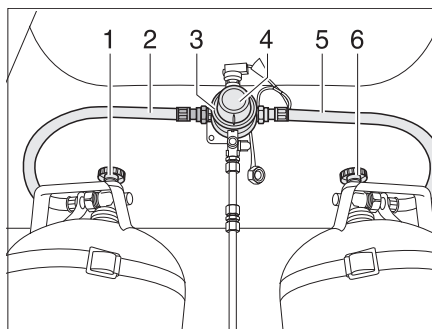
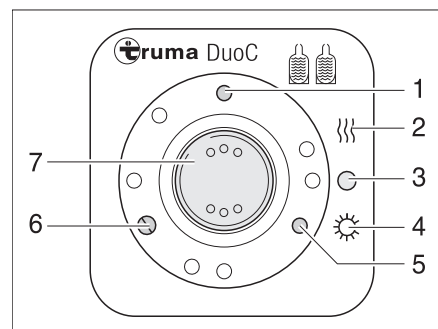

Bild 178 DuoControl-Umschaltanlage
Bild 179 Bedieneinheit
Die DuoControl-Umschaltanlage besteht aus einem Umschaltventil (Bild 178,3) und der Bedieneinheit (Bild 179). Das Umschaltventil ist zwischen den Gasschläuchen (Bild 178,2 und 5) montiert. Mit dem Drehknopf (Bild 178,4) am Umschaltventil kann bestimmt werden, welche der Gasflaschen als Betriebsflasche und welche Gasflasche als Reserveflasche verwendet wird.
An der Bedieneinheit (Bild 179) können nur die elektrischen Funktionen geschaltet werden. Die Haupt-Absperrventile der Gasflaschen (Bild 178,1 und 6) müssen von Hand geöffnet werden.
Das Umschaltventil gewährleistet einen konstanten Gasdruck, unabhängig davon, welche Gasflasche Gas liefert. Die zwei Kontroll-Leuchten an der Bedieneinheit zeigen den Füllstand der Betriebsflasche an. Wenn die grüne Kontroll-Leuchte (Bild 179,6) leuchtet, ist die Betriebsflasche voll. Wenn die rote Kontroll-Leuchte (Bild 179,5) leuchtet, ist die Betriebsflasche leer. Die Gasversorgung erfolgt dann über die Reserveflasche.
- Die Haupt-Absperrventile an den Gasflaschen (Bild 178,1 und 6) öffnen.
- Mit dem Drehknopf (Bild 178,4) am Umschaltventil (Bild 178,3) die Gasflasche wählen, der vorrangig das Gas entnommen werden soll (Betriebsflasche). Den Drehknopf immer bis zum Anschlag drehen.
- An der Bedieneinheit (Bild 179) die DuoControl-Umschaltanlage einschalten. Dazu den Wippschalter (Bild 179,7) auf Winterbetrieb "Fernanzeige Ein und Heizen" (Bild 179,2) oder auf Sommerbetrieb "Fernanzeige Ein" (Bild 179,4) stellen. Das Umschaltventil ist jetzt entlüftet. Die gelbe Kontroll-Leuchte (Bild 179,1) leuchtet, wenn Winterbetrieb gewählt wird und die Regler-Enteisungsanlage eingeschaltet ist.
- Den Wippschalter (Bild 179,7) auf "O" (Bild 179,3) stellen. Die gelbe Kontroll-Leuchte (Bild 179,1) erlischt.
- Die Haupt-Absperrventile an den Gasflaschen (Bild 178,1 und 6) schließen.
Die Kontroll-Leuchten an der Bedieneinheit (Bild 179,5 und 6) signalisieren im Fahrzeuginneren, ob die Betriebsflasche betriebsbereit ist.
Wenn die grüne Kontroll-Leuchte (Bild 179,6) während des Betriebs erlischt und die rote Kontroll-Leuchte (Bild 179,5) aufleuchtet, ist die als Betriebsflasche gewählte Gasflasche leer und muss gewechselt werden. Die Reserveflasche versorgt die Gasverbraucher weiterhin mit Gas.